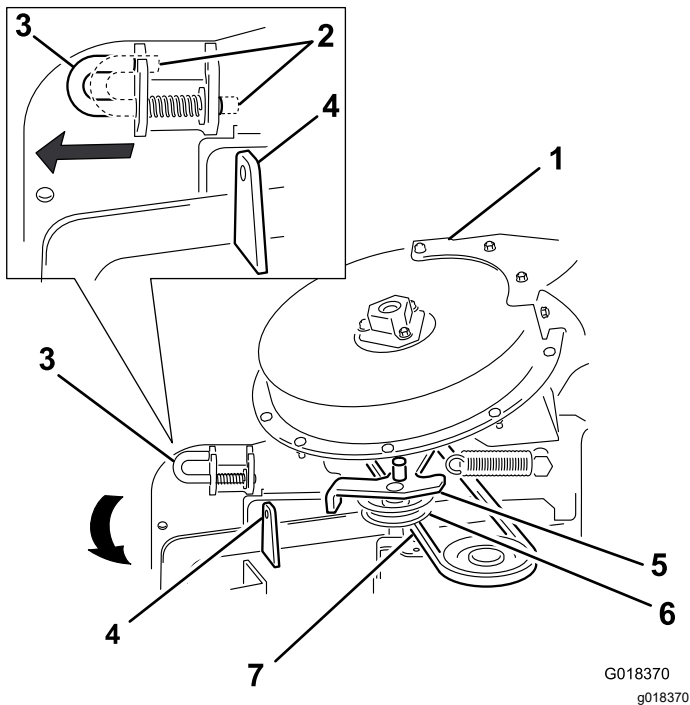

図 39
4. ラッチピンをロック位置から開放位置にする 図 39。
5. ブローアアセンブリを閉じて、ラッチピンをシュートブラケットの穴に合わせる 図 39。